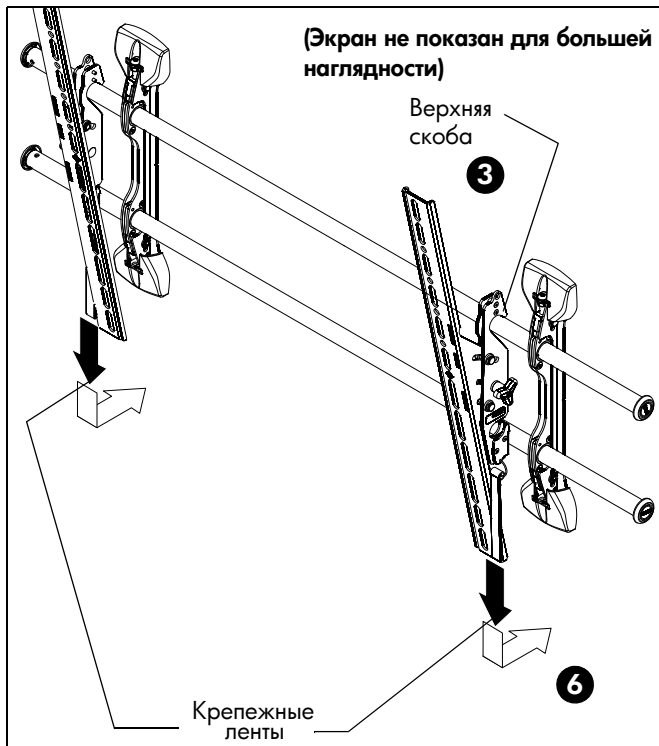

рис. 9
3. Повесьте верхние скобы соединительных кронштейнов на верхнюю рейку системы крепления. (См. рис. 9)
6. Потяните крепежные ленты вниз и заверните их к стене – таким образом вы прикрепите соединительные кронштейны к нижней рейке и зафиксируете нижний край экрана в системе крепления. (См. рис. 9)